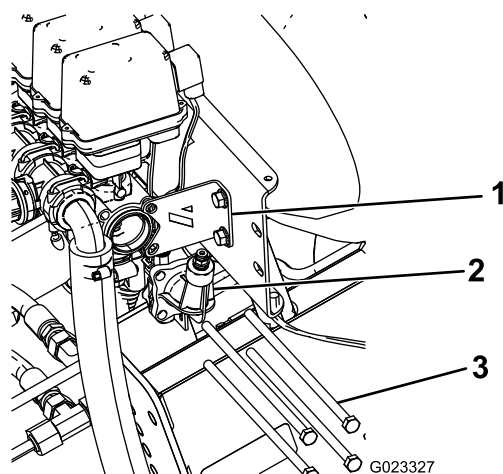

Figura 10
- Retire los 4 pernos largos que sujetan el conector del manómetro a las válvulas de los brazos y deséchelos (Figura 10). Guarde las arandelas planas y las tuercas.
- Retire y guarde los 2 pernos y tuercas que sujetan el refuerzo al conjunto de las válvulas (Figura 10).